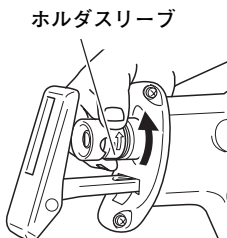

図 4
- (2) ホルダスリーブを図4の矢印の方向(ホルダスリーブに刻印された矢印と同じ方向)に回してください。約半回転回しますとホルダスリーブは自動的に固定できます。(図4)
ホルダスリーブを図4の矢印の方向(図4参照)に回して固定してから、のこ刃を下に向けてください。のこ刃は自然に落下します。自然に落下しない場合はのこ刃を指で引張って取はずしてください。
(1) のこ刃取付け部がいつも円滑に動くように、ご使用後は切粉・土・砂・水分などをエアで吹き飛ばすか、ブラシなどで清掃してください。
(2) ホルダスリーブを図4の矢印の方向に回した状態で、半月形の間隙から切削油などを定期的に注油してください。